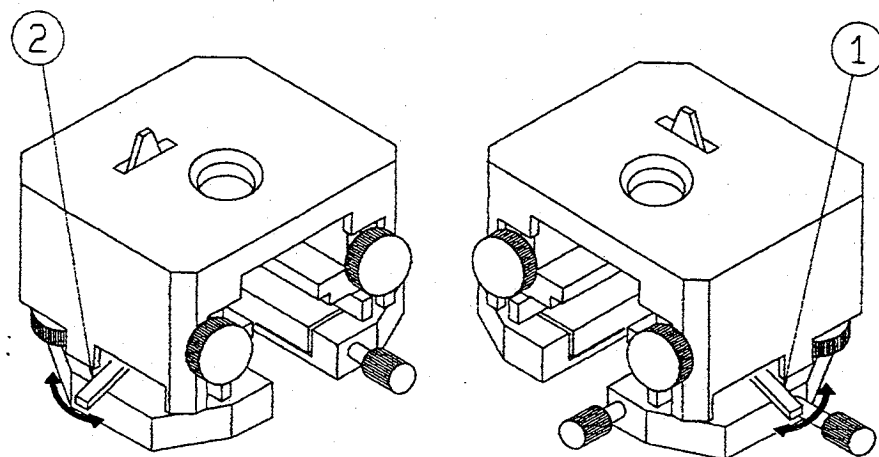

図 2.1.4-1 AFMヘッド部
- ①試料ホルダの装着は、試料ホルダを装着するスキャナ上面とカンチレバーとの間隔が充分である事を確認してから行ってください。
- ②充分でない場合、ホストコンピュータのオンラインモードにおいて粗動機行を駆動して、AFMヘッド部をリリースしてください。
- ③AFMヘッド部両側面にあるクランプレバーを緩めます。(図 2.1.4-1 ①②参照)
ナ上面は磁石になっていますので、試料ホルダを上に乗せるだけで固定されます。(図 2.1.4-2 参照)